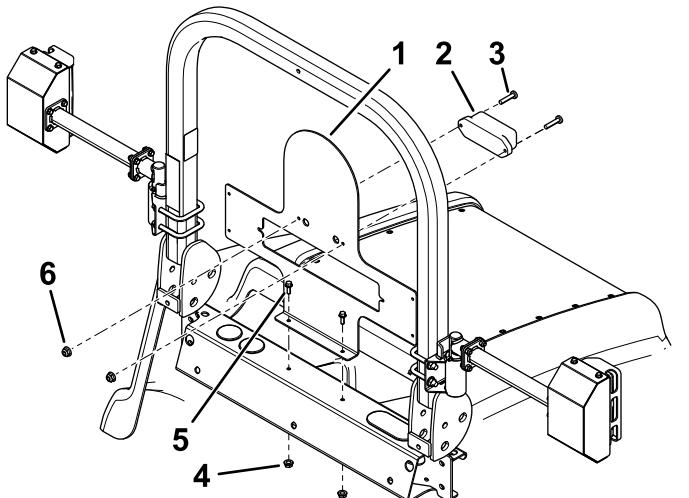

Bild 8
2. Befestigen Sie die Lichtplatte und das mittlere Rücklicht (Bild 8).